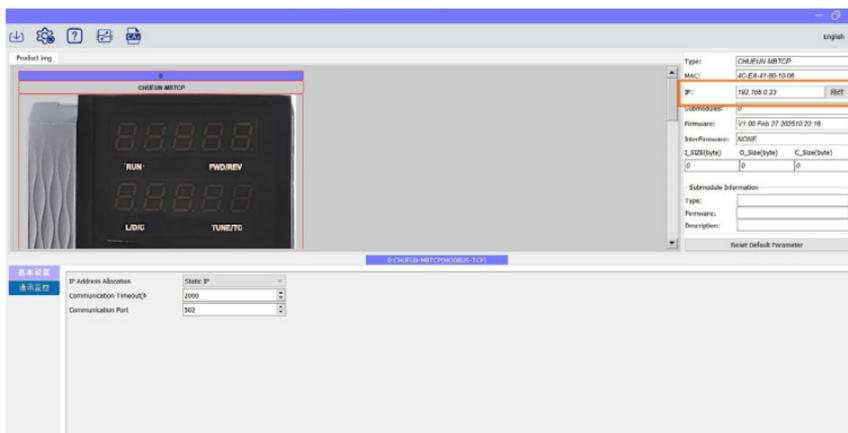

Рисунок 3.5 – IP-адрес устройства
5. IP-адрес устройства появится в следующем окне (рис. 3.5).